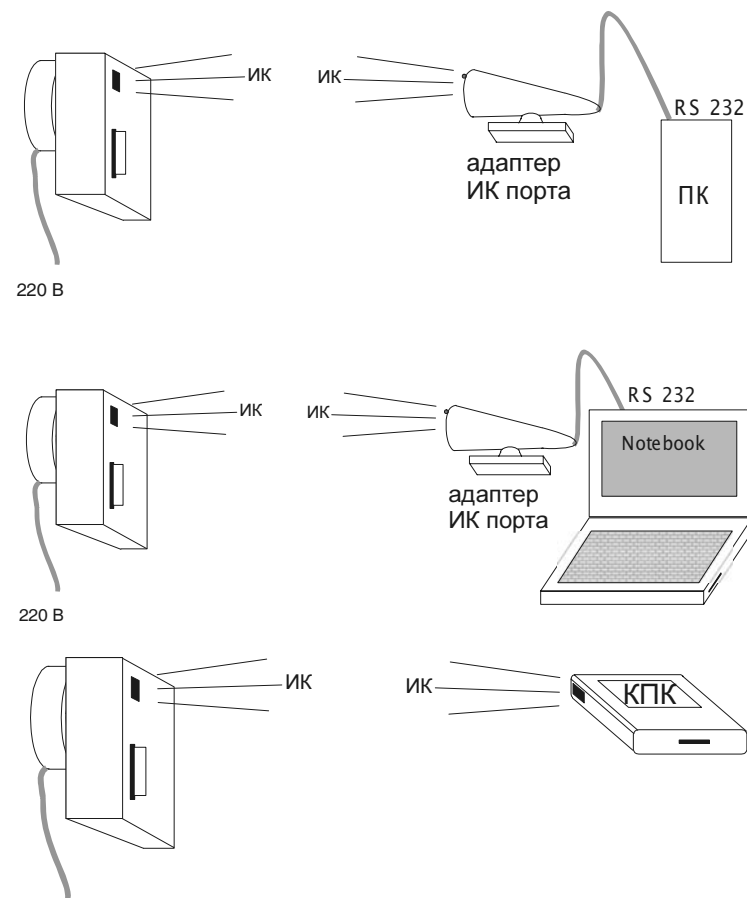

Рисунок 8
- проверить надежность соединения ИК порта с КПК (см. рисунок 8, нижний);